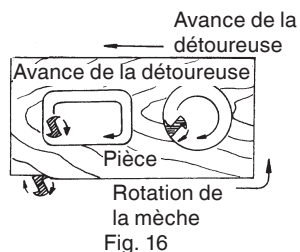

Fig. 16
- (2) Le couteau tourne dans le sens des aiguilles d'une montre (direction de la flèche sur la base). Pour obtenir le maximum d'efficacité au découpage, alimenter la mortaiseuse en se conformant aux directions d'alimentation montré dans la Fig. 16.